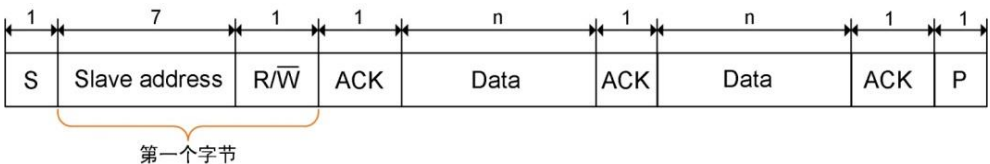
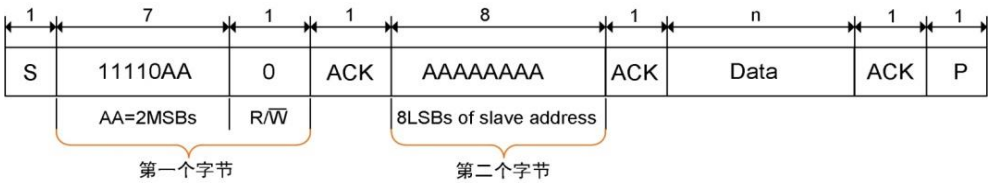

图 15.22 7 位寻址
图 15.23 10 位寻址
- 地址类型默认设为 7 位，还可以设为 10 位。10 位寻址格式与 7 位寻址格式类似，只是主模块通过两个字节的传输来发送从地址。具体区别如图 15.22 与图 15.23 所示。